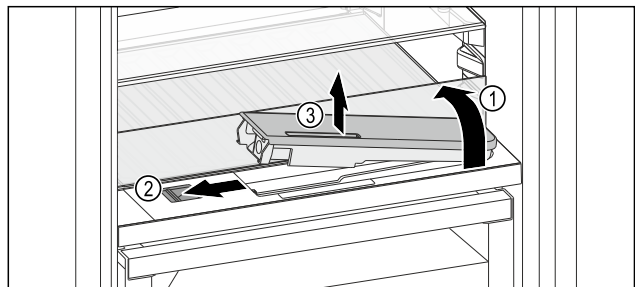

Fig. 122
- ▶ Підняти скляну панель і відкинути до упору назад Fig. 122 (1).
- ▶ Посуньте повзунок Fig. 122 (2) уліво.
- ▶ Вийняти бак для води Fig. 122 (3).